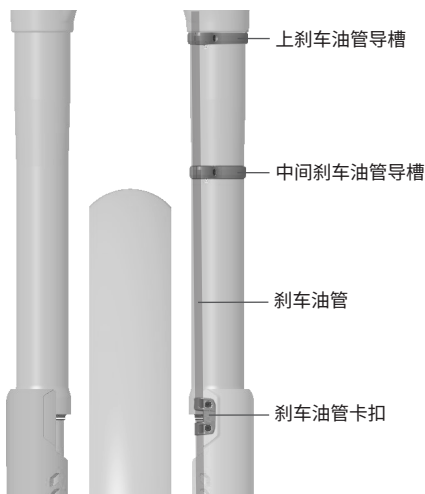

图 6: 刹车油管穿过刹车油管导槽并进入刹车油管卡扣
3. 拆除中间和上刹车油管导槽上的两个螺钉。中间刹车油管导槽标有“M”, 直径略小于标有“U”的上刹车油管导槽。将刹车油管穿入各导槽开口, 将其安装到左前叉管上(图 6)。暂时拧回螺钉, 不要拧得过紧。